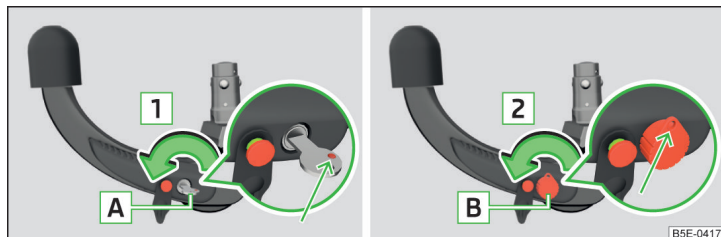

Fig. 167 1. pas: varianta de cheie 1 / varianta de cheie 2
➤ Rotiți cheia **A** în sensul săgeții **1**, în așa fel încât marcajul roșu al acesteia să indice înspre în sus » **fig. 167.**
- Rotiți cheia **B** în sensul săgeții **2**, în așa fel încât inelul cheii să indice înspre în sus » **fig. 167.**